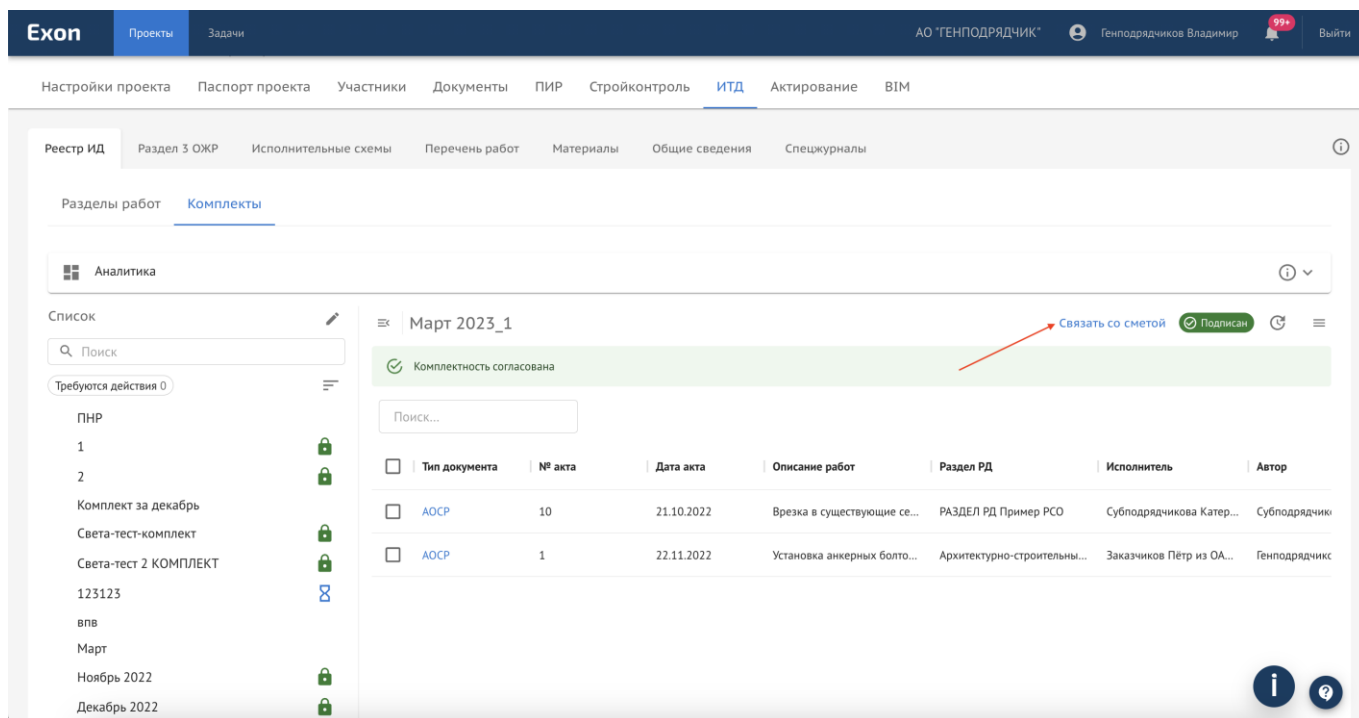

Рис. 92 – Связь комплекта со сметой контракта
1. Нажать на «Связать со сметой» в соответствующем комплекте (рис. 92)